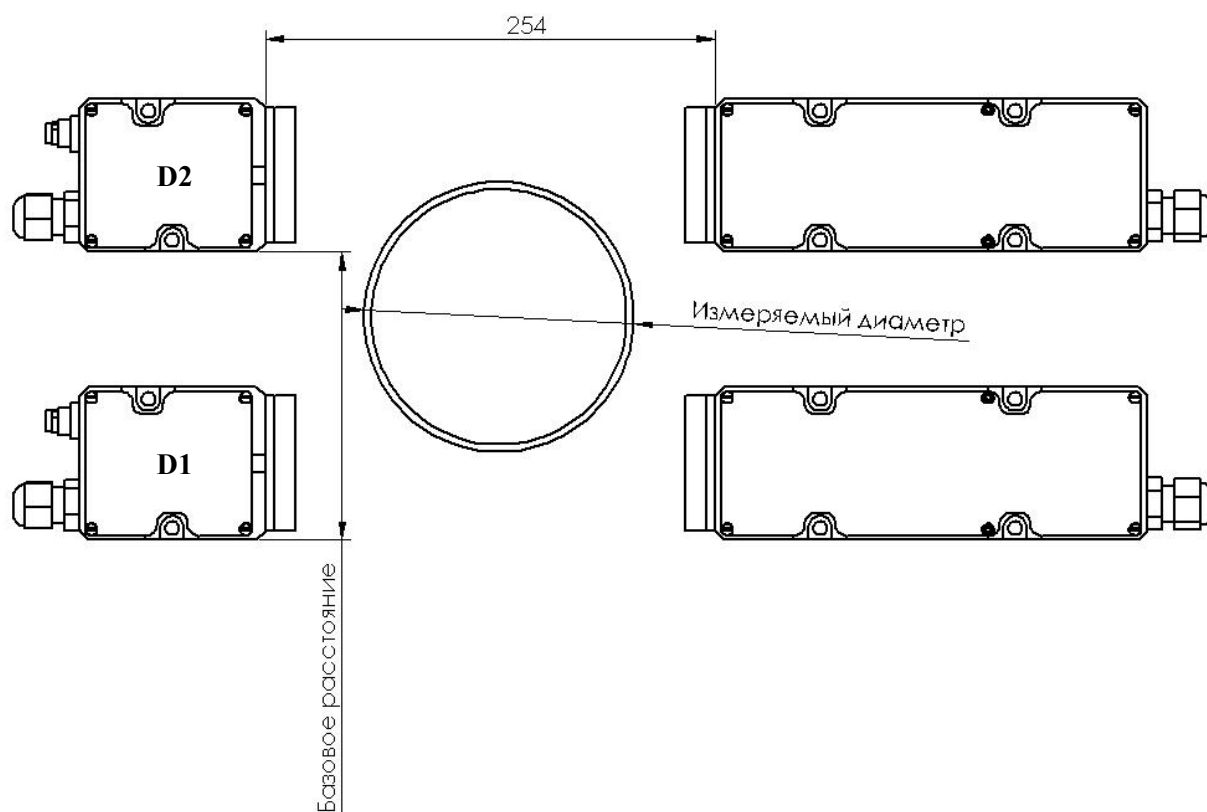

Рис. 3: Система оптических микрометров
3.2. На рис.3 представлена система оптических микрометров, предназначенных для непосредственного измерения диаметра. В системе оптические микрометры установлены параллельно друг над другом. В основу работы микрометров положен теневой принцип. Микрометр состоит из двух блоков – излучателя и приемника. Излучение полупроводникового лазера коллимируется объективом. При размещении объекта в области пучка, формируемое теневое изображение сканируется линейкой ПЗС-фотоприемников. По положению теневой границы на каждом из микрометров процессор рассчитывает диаметр оболочки с учетом базового расстояния между микрометрами (рис.3) .
Для начала настройки важно выбрать номер профиля пользователя с помощью элемента 7 на рис. 6. Настройку необходимо начинать с ввода базового расстояния (элемент 4), упомянутого на рис. 3, исходя из которого ПО рассчитывает конечный диаметр. Когда базовое расстояние задано, ПО требует указать промежуток времени (в секундах), в течение которого будет усредняться результат. Для ввода данной величины используется элемент 1. По истечению этого времени будет производиться запись в журнал и вывод на главное окно усредненного значения диаметра. Задав время усреднения, необходимо задать границы допусков, которые устанавливаются с помощью элементов 2 (минимальный диаметр в миллиметрах) и 3 (максимальный диаметр в миллиметрах). На основе введенных допусков блок индикации способен выдавать звуковой сигнал при выходе из допусков, если установлена галочка в элементе 6. Для корректной работы алгоритма ПО с релейными выходами введены два режима работы ПО: «Авто» и «Ручной». Отличаются они только возможностью управления релейными выходами. Для включения управления релейными выходами необходимо выбрать «Авто» режим в выпадающем списке 5 под названием «Режим работы», либо «Ручной» для отказа от управления релейными выходами.